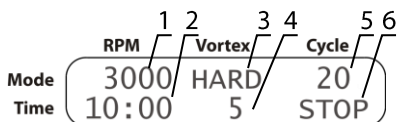

Рисунок 4. **СМС-алгоритм**
- 5.3.6.1 **СМС-алгоритм.** Установите скорость (рис. 4/1) и время (рис. 4/2) центрифугирования. Установите интенсивность (рис. 4/3) и время (рис. 4/4), вортексирования. Установите количество циклов СМС-алгоритма (рис. 4/5).
- 5.3.8. После завершения установленного числа циклов, прибор останавливается, дисплей показывает мигающую индикацию STOP (рис. 4/6), сопровождаемую звуковым сигналом. Нажмите кнопку **Run/Stop** чтобы остановить сигнал. Модель **MSC-6000** разблокирует крышку после остановки ротора. Откройте крышку и извлеките пробирки.